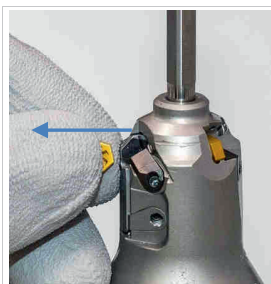

Abb. 11: Wendschneidplatte entnehmen
3. Die Wendschneidplatte entnehmen (siehe *Abb. 11: Wendschneidplatte entnehmen*).